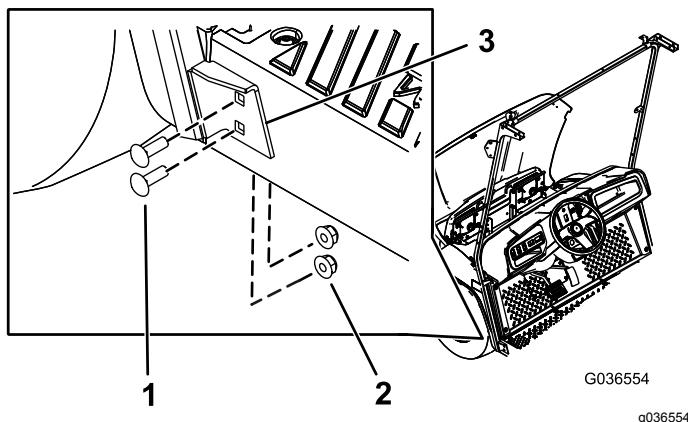

**Figura 5**
4. Fije el soporte del medio del apoyo del parabrisas a la máquina con 2 pernos hexagonales con arandela prensada ( $5/16$ " x 1") y 2 tuercas ( $5/16$ ") en los taladros que ha realizado (Figura 5).